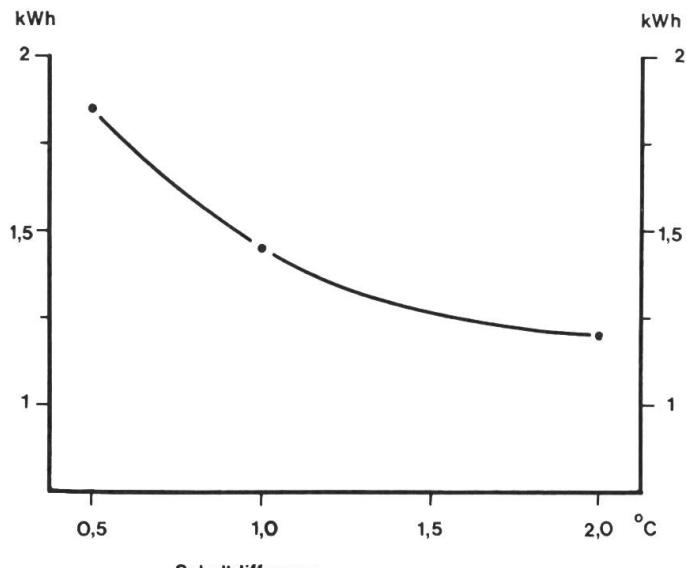

Abb. 25: Einfluss der Schaltdifferenz auf den Energieverbrauch.
- unnötig häufiges Schalten des Thermostaten (Thermostat defekt oder Schaltdifferenz zu knapp eingestellt) (Abb. 25)